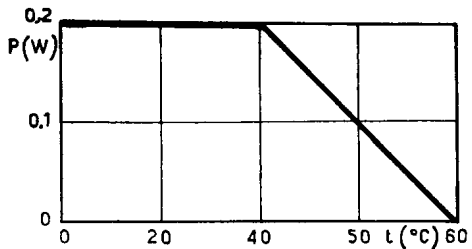

Fig. 1. — Puissance et température.
- (1) Voir la courbe de la figure 1 pour les puissances admissibles à des températures ambiantes supérieures t.
(2) Tension continue ou crête de la tension alternative.